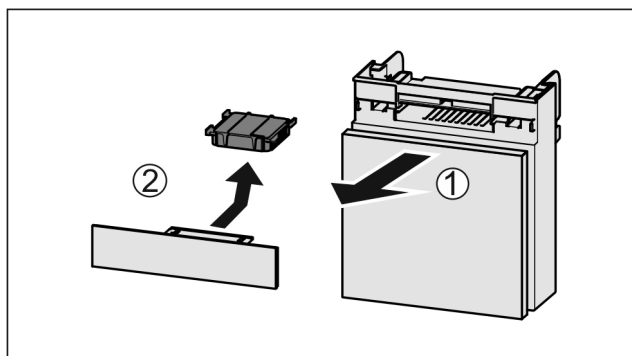

Fig. 132
- ▶ Húzza ki Fig. 132 (1) előrefelé a rekeszt.
- ▶ Vegye ki az aktív szén-szűrőt Fig. 132 (2).